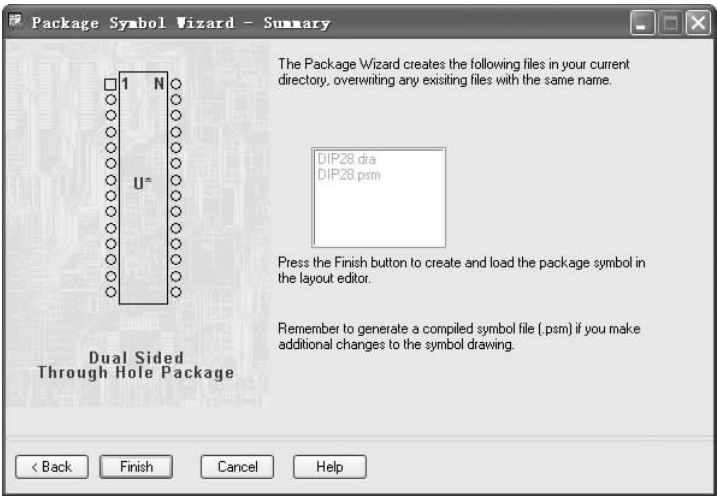
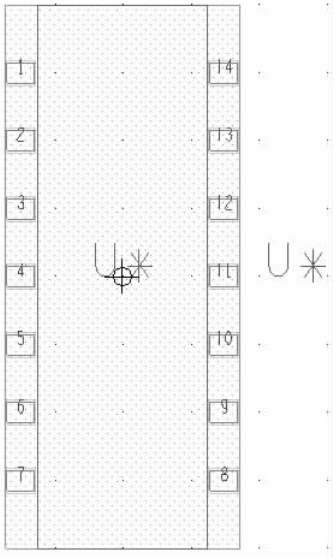

图 9-17 “Package Symbol Wizard – Summary” 对话框
图 9-18 ZIP40 封装
7. 完成设置后，单击  按钮，弹出 “Package Symbol Wizard – Summary” 对话框，单击  按钮，如图 9-17 所示。显示生成后缀名为 “. dra”、“ . psm” 的零件封装，完成封装如图 9-18 所示。